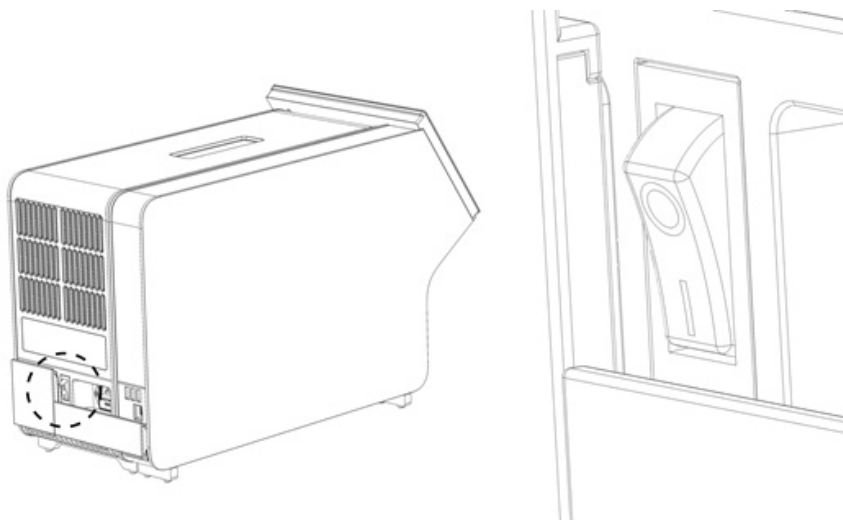

图 21. 找到电源开关并将其设置到“1”位置。
10. 将分析模块背面的电源开关按到“1”位置打开仪器（图 21）。检查分析和操作模块的状态指示灯是否为蓝色。